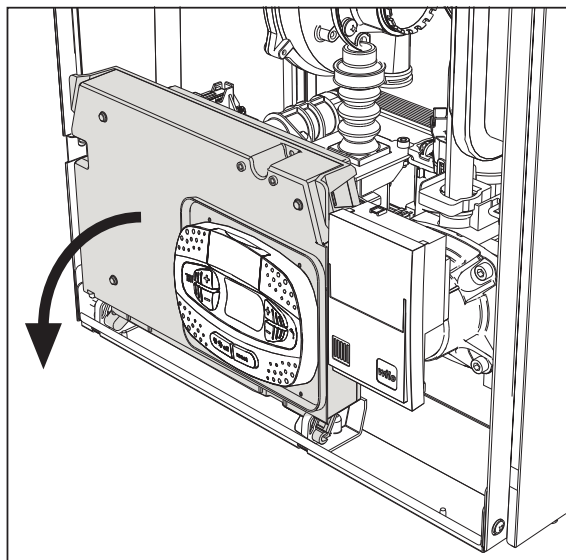
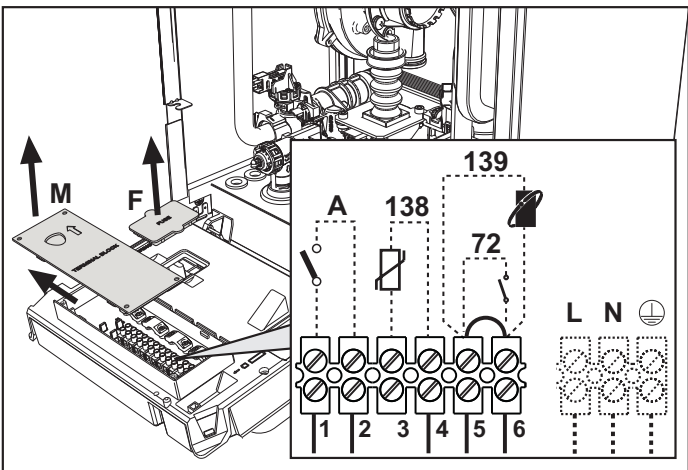

fig. 19
fig. 20
Tras quitar el panel frontal (*** 'Apertura del panel frontal' on page 82 ***), es posible acceder a la regleta de conexión (M) y al fusible (F) según las indicaciones siguientes (fig. 19 e fig. 20). Los bornes indicados en la fig. 20 deben tener contactos secos (no 230V). La posición de los bornes para las diferentes conexiones también se ilustra en el esquema eléctrico de la fig. 62.